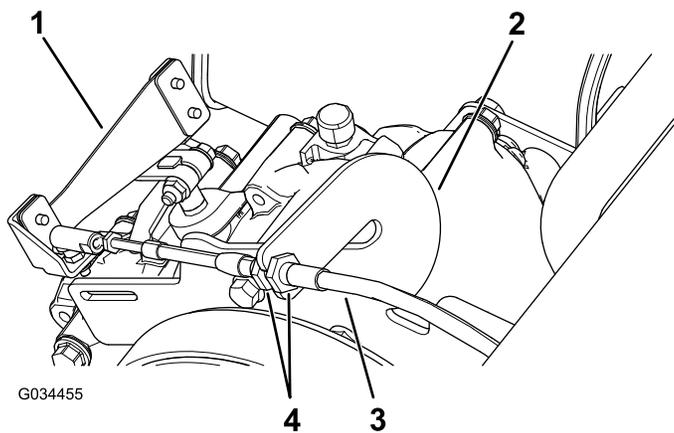

Bild 49
- Lösen Sie die Klemmutter am Bowdenzug und stellen sie ggf. ein (Bild 49).
- Testen Sie die Ganghebelstellung, indem Sie den Ganghebel auf drei unterschiedliche Stellungen drehen. Prüfen Sie, ob der Ganghebel (Bild 49) richtig beim Ändern der Gänge schaltet, siehe Einstellen der Neutral-Stellung des Ganghebels \(Seite 44\).